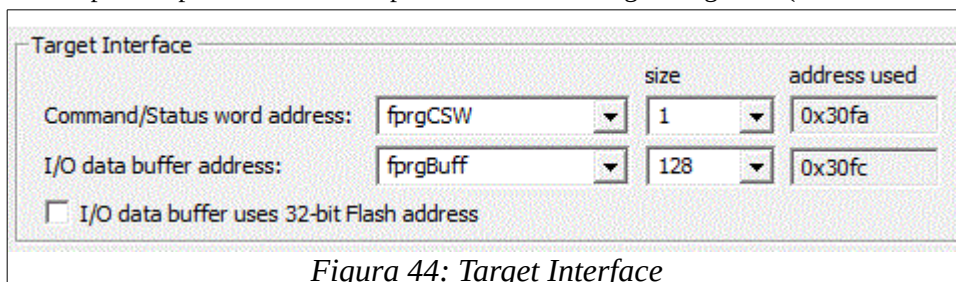
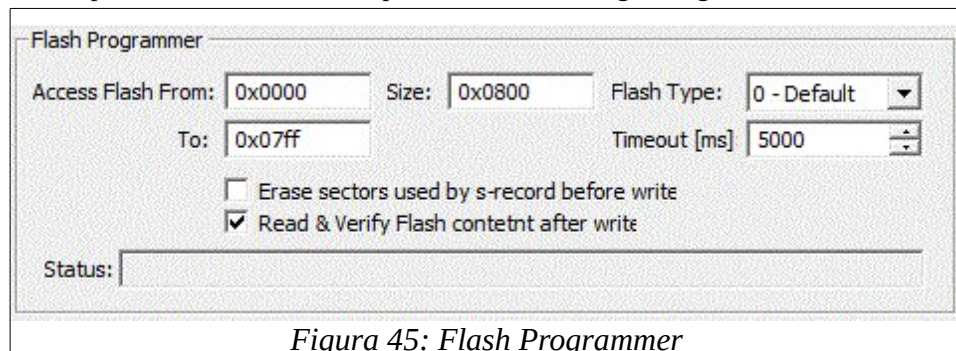

Figura 44: Target Interface
Figura 45: Flash Programmer
2. Verificare che nella parte superiore sia tutto impostato come nella Figura 44 e nella parte inferiore come nella Figura 45.